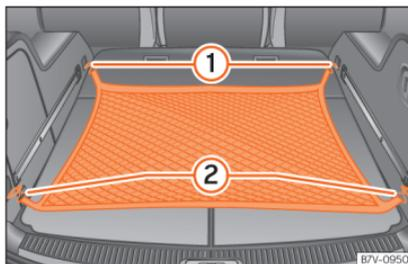

Abb. 177 Im Gepäckraum: eingehängtes Gepäcknetz.
- Haken des Gepäcknetzes in die Verzurrösen » Abb. 177 ① und ② einhängen.
- Haken des Gepäcknetzes aus den Verzurrösen » Abb. 177 ① vorsichtig aushaken.
- Haken des Gepäcknetzes aus den Verzurrösen » Abb. 177 ② vorsichtig aushaken.